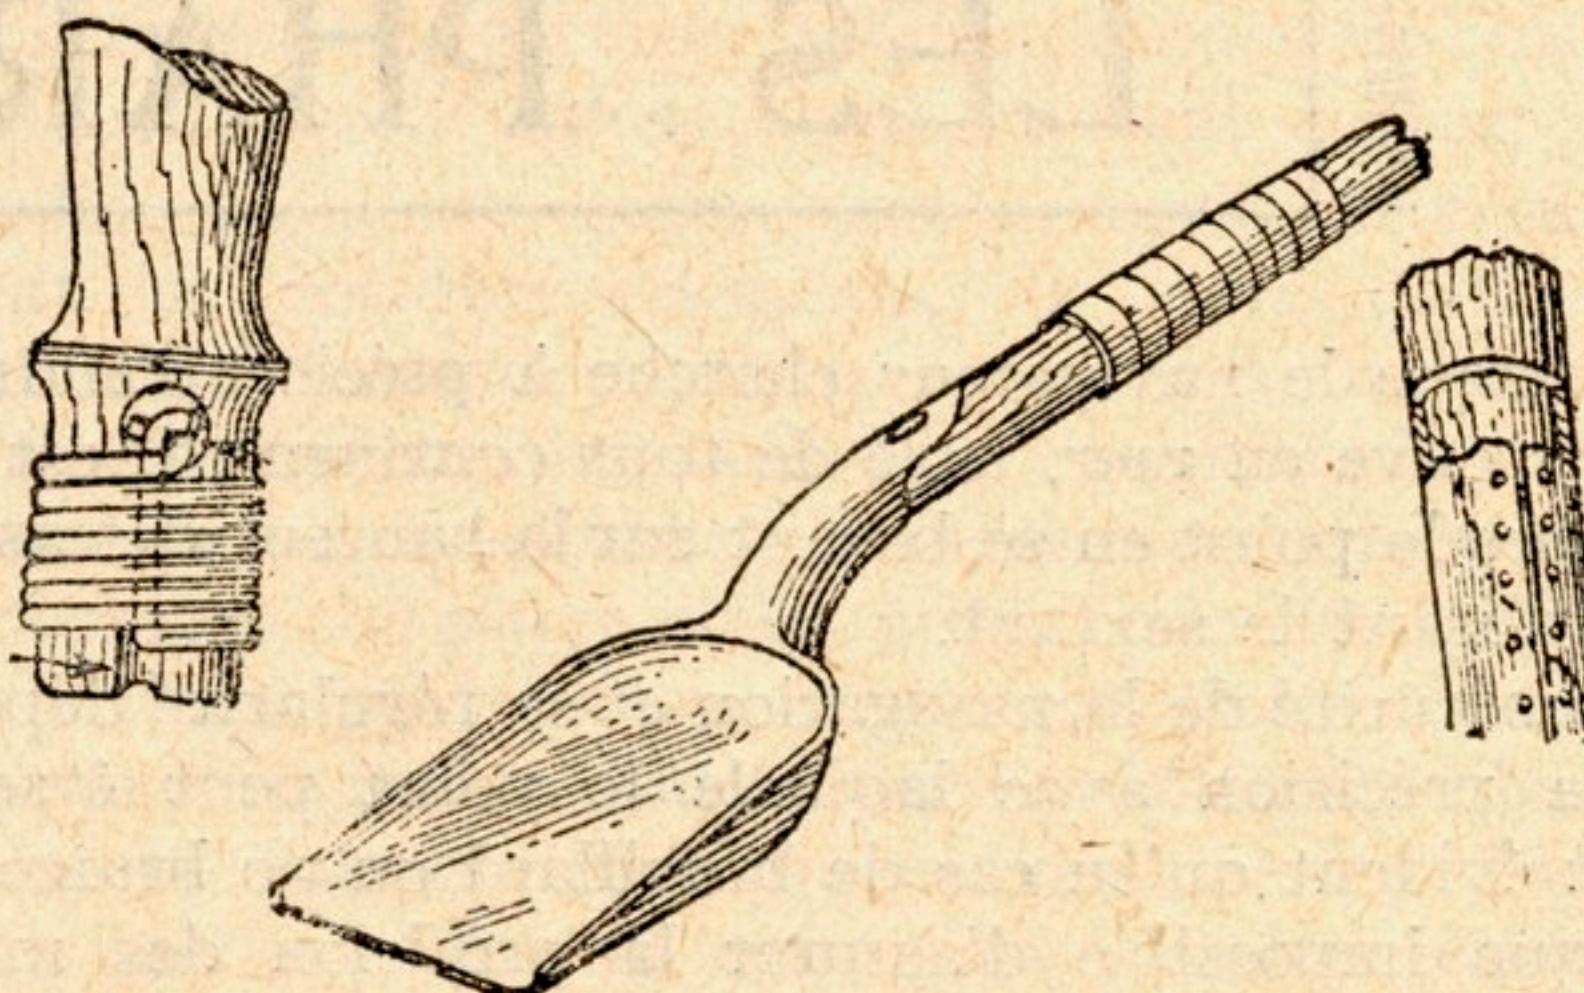

FIG. 10, 11 et 12. — Réparation de manches brisés.
- a) Avec une ligature en fil métallique, bien serré, les spires se touchant (fig. 10). Le tout est finalement couvert de soudure appliquée au fer chaud après décapage. Il est bon de faire à la gouge une petite rigole où passe le fil servant à la ligature terminale.